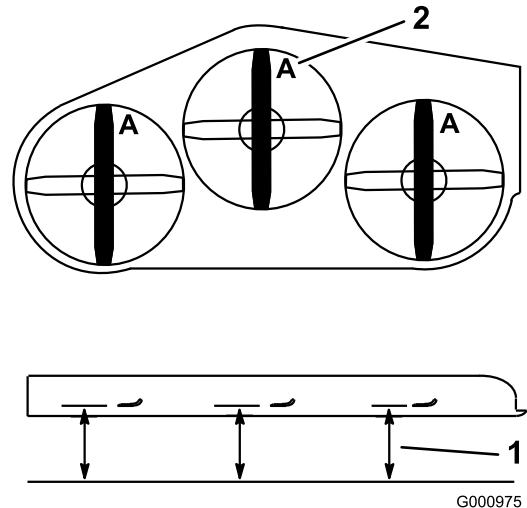

Figure 110
2. Mesurez la distance entre la surface plane et le tranchant (position **A**) des lames (Figure 110).